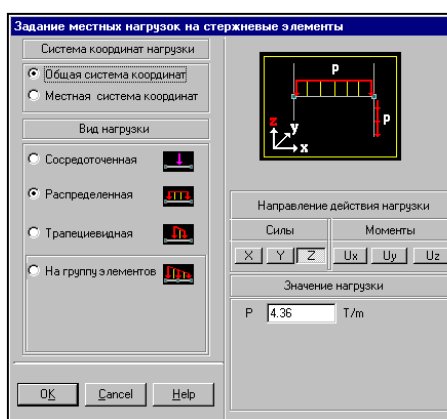

Рис. 2.14. Диалоговое окно **Задание местных нагрузок на стержневые элементы**
- ↪ нажать кнопку задания нагрузок на стержневые элементы  и назначить в появившемся диалоговом окне (рис. 2.14) вид, направление и значение первой нагрузки;